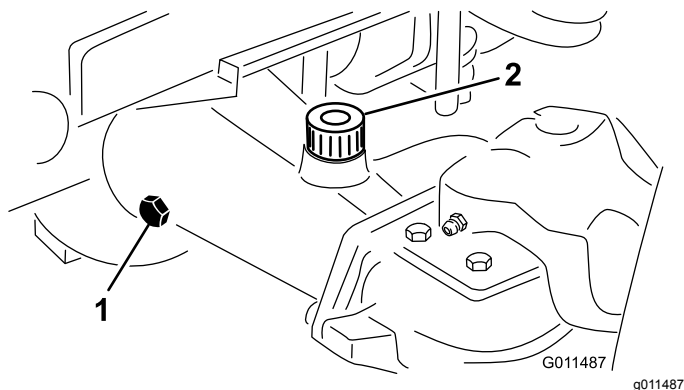

Figure 17
- Enlevez un bouchon de contrôle à une extrémité du pont et vérifiez que le lubrifiant atteint la base de l'orifice (Figure 17).